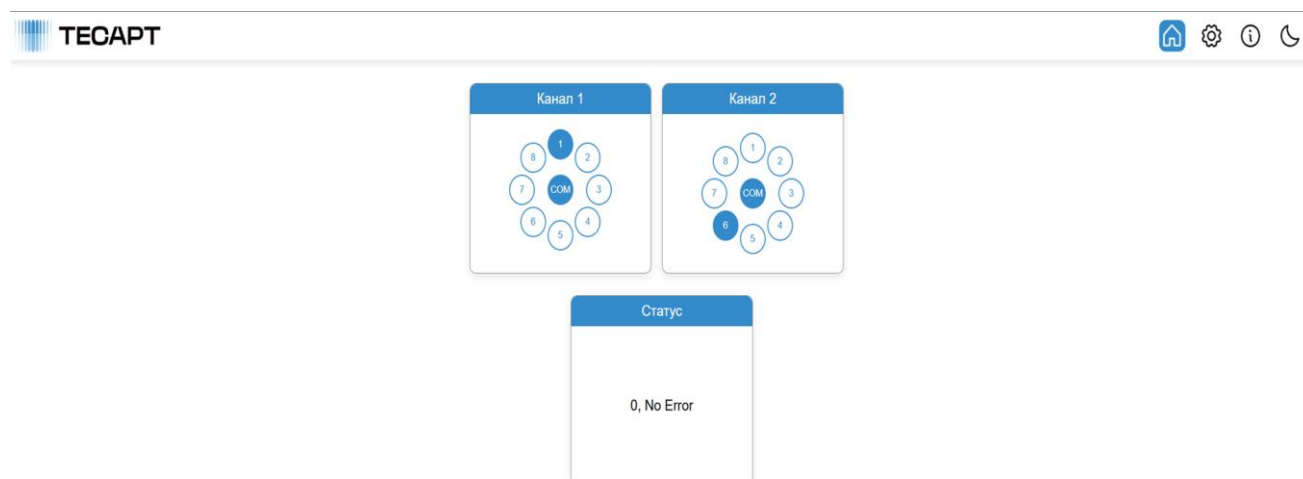

Рисунок 10 – WEB-интерфейс матрицы
2.3.3.2 После ввода в строке адреса откроется основное окно WEB-интерфейса управления матрицей (рисунок 10).